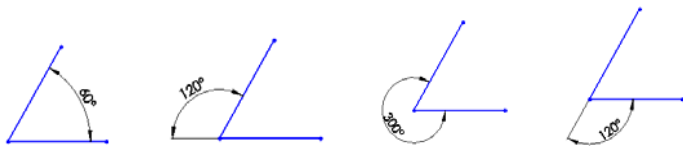

图 2-83 直线之间角度标注形式图示
- 两直线之间的夹角:直接选取两条直线,没有顺序差别。根据光标所放置位置的不同,有 4 种不同的标注形式,如图 2-83 所示。